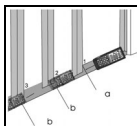

Fig. 13: Medida de distancia con segmentos
6. Desplace lentamente el instrumento a lo largo de la línea observando el valor medido (vea la Fig. 13). El instrumento muestra las flechas  o  que indican la dirección en la cual proceder y empieza a sonar a una distancia de 0.1m de los límites (a) y (b) prefijados emitiendo un sonido continuo cuando se alcanza el límite. La medida tiene una duración de aprox. 1 minuto y puede ser terminada con la tecla